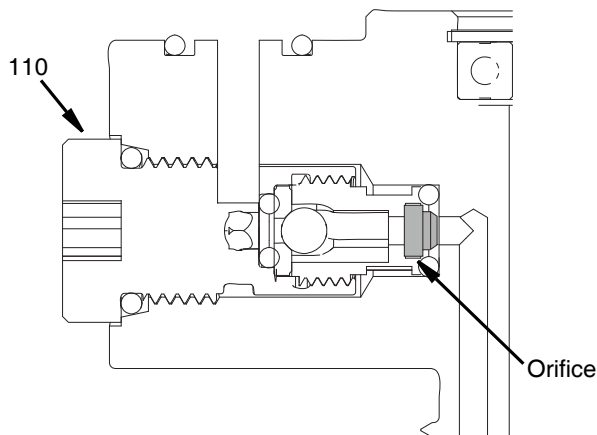

FIG. 11
1. À l'aide d'une clé Allen de 5 mm, retirez le corps du clapet antiretour (110).
2. Placez l'orifice dans le dispositif de retenue de l'orifice du clapet antiretour comme montré dans la FIG. 11.